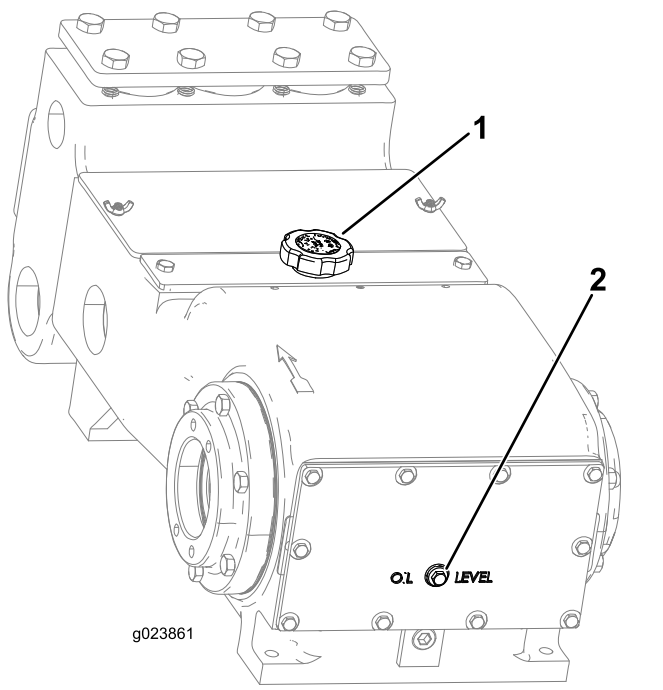
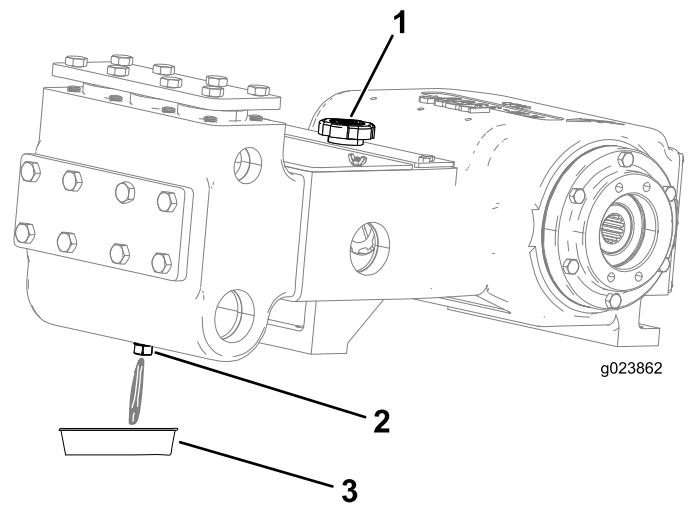

Figure 124
Figure 125
2. Enlevez le bouchon de contrôle du niveau d'huile sur le carter moteur (Figure 124).
3. Vérifiez que le niveau d'huile atteint le trait de remplissage, comme montré à Figure 124.
4. Enlevez le bouchon de vidange et placez un bac de vidange sous le trou du bouchon de vidange (Figure 125).
6. Attendez que toute l'huile s'écoule dans le bac de vidange (Figure 125).
8. Enlevez le bouchon de remplissage (Figure 125) et ajoutez environ 1,8 L (4 ptes américaines) d'huile, ou suffisamment d'huile pour que le niveau atteigne le niveau du bouchon de contrôle de niveau d'huile, comme montré à la Figure 124.